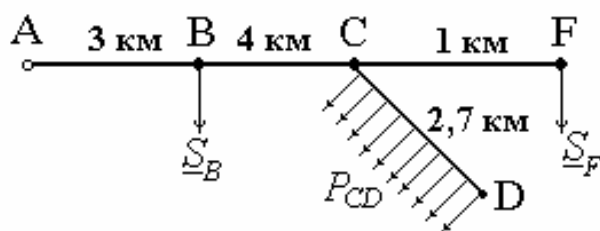

Рис. 40. Схема сети к задаче 15
**Задача 15.** Определить потери активной и реактивной мощности в электрической сети, изображенной на рис. 40, и потери напряжения от центра питания А до пункта F. Сеть выполнена проводом АС-70, номинальное напряжение 10 кВ.